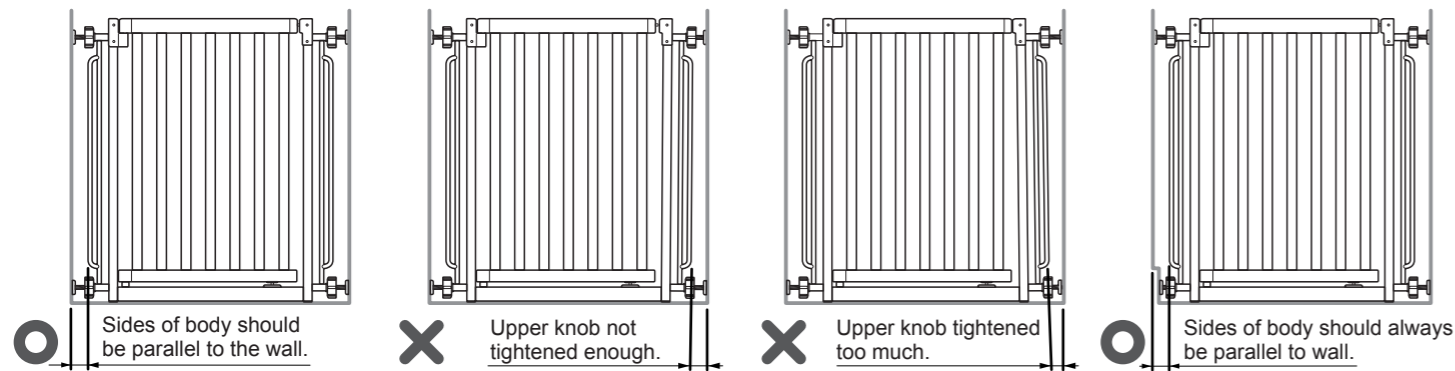

Figure 6
- This product fits openings from 28.3-35.4"(72 to 90 cm). Do not place the product outside this range (Fig. 6).
- Make sure the sides of body are parallel to the wall (Fig. 6).
- Este producto se adapta a aberturas de 72 a 90 cm (28,3 a 35,4") de ancho. No lo coloque en aberturas que estén fuera de este intervalo (Fig. 6).